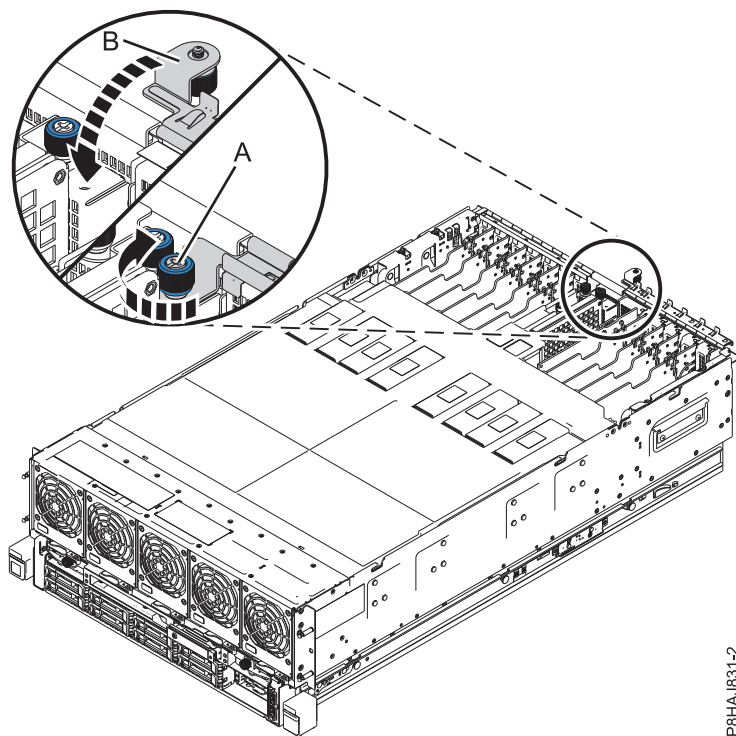

Abbildung 43. E/A-Verriegelung schließen
2. Schließen Sie die Wartungsverriegelung **(B)**, indem Sie sie in Richtung Chassis schieben, wie in Abb. 43 auf Seite 64 gezeigt.